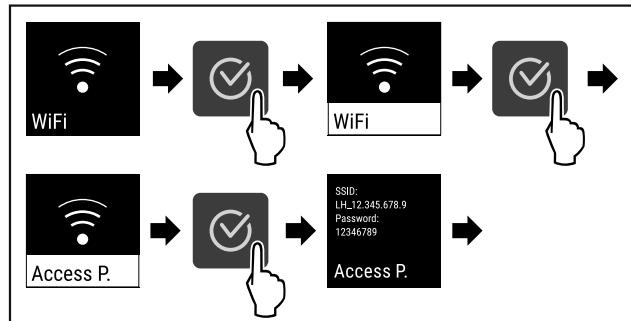

Fig. 85
- Kryeni hapat e veprimit (shihni Fig. 85).